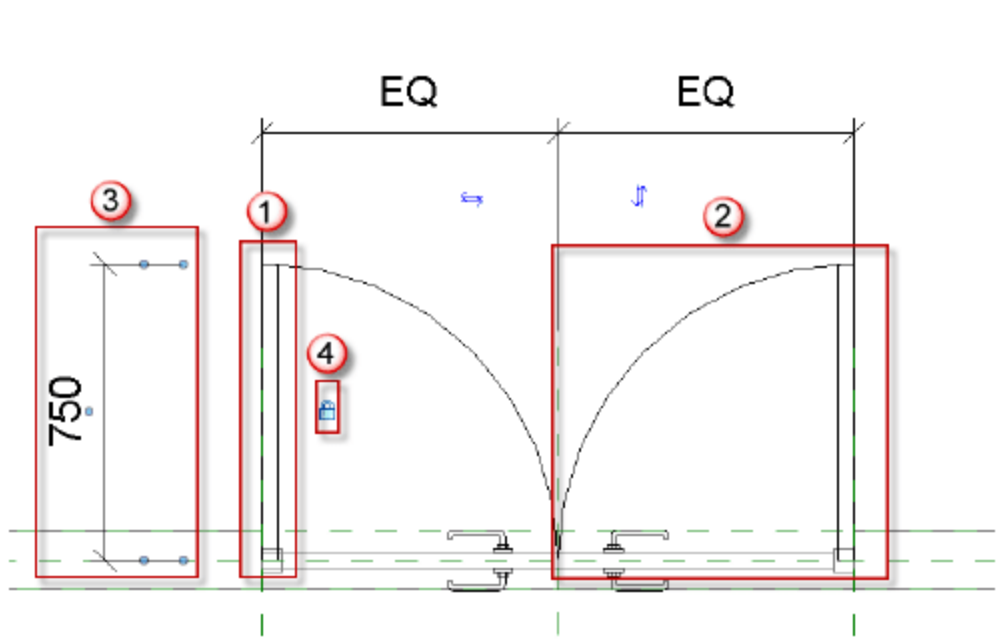

图 6.2.36 绘制 FM1534 乙的平面轮廓线
(32) 绘制 FM1534 乙的平面轮廓线。选择“项目浏览器”中的“楼层平面”→“参照标高”选项，进入门的参照标高视图。选择“注释”→“符号线”命令，绘制长 750、宽 40 的“门板轮廓线”，和半径为 750 的“门开启方向轮廓线”，如图 6.2.36 所示，按快捷键 D+I，为矩形“门板轮廓线”长边做标注，并将此标注锁定。按两次快捷键 M 以门的中轴线镜像复制。